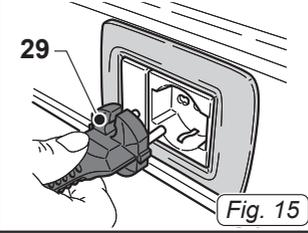

Fig. 15
- Introducir el enchufe (29 Fig.15) en la toma de corriente.